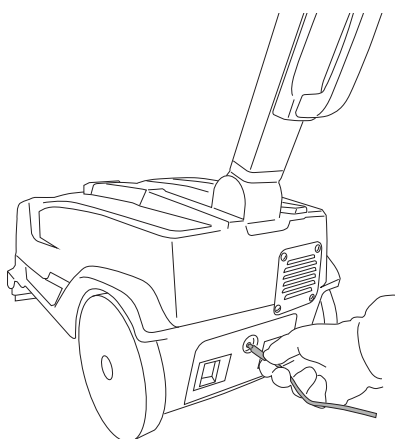

Fig.13
- Sett pluggen på batteriladeren inn i uttaket på batteriet (fig. 13).